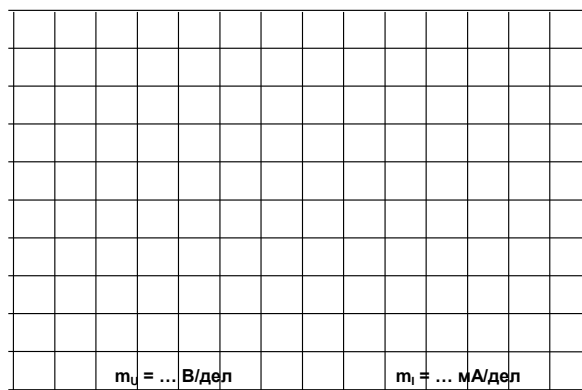

Рисунок 8.11. Векторные диаграммы для каждого рассмотренного случая
- Постройте в одинаковом масштабе векторные диаграммы на рис. 8.11 для каждого из рассмотренных случаев.